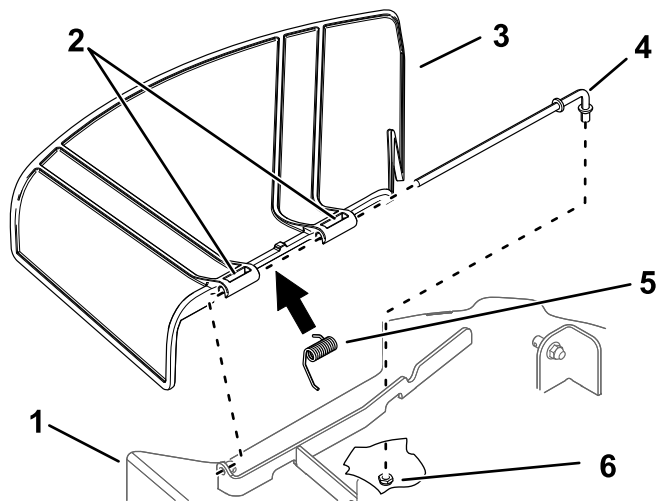

Рисунок 78
1. Отверните гайку ($\frac{3}{8}$ дюйма) со стержня из-под нижней части газонокосилки (Рисунок 78).
2. Вытяните стержень из кронштейна деки, пружины и отражателя травы (Рисунок 78).
4. Установите новый отражатель травы (Рисунок 78).
7. Проденьте стержень через второй шарнир отражателя травы (Рисунок 78).
9. Прикрепите задний конец стержня к газонокосилке с помощью гайки ($\frac{3}{8}$ дюйма), как показано на Рисунок 78.